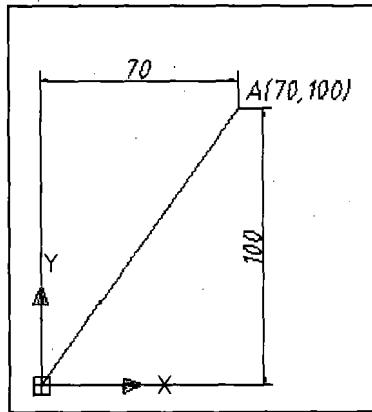

图 1-11 绝对直角坐标
① 绝对直角坐标 绝对直角坐标是指相对当前坐标系原点的坐标。用直角坐标系中的 X、Y、Z 的坐标值，即 (X, Y, Z) 表示一个点。在键盘上按顺序直接输入数值，各数值之间用 “,” 隔开。二维点可直接输入 (X, Y) 的数值，如图 1-11 所示。